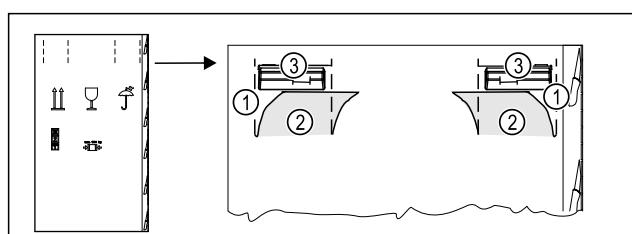

Fig. 4 *
- Vtlačte obalový karton nahoře na perforaci Fig. 4 (1).*
- Vytáhněte vtlačené spojky Fig. 4 (2).*
- Pravá a levá rukojet Fig. 4 (3) je viditelná.*
- Držte spotřebič za rukojeti Fig. 4 (3).*
- Vytáhněte vtlačené spojky (2).